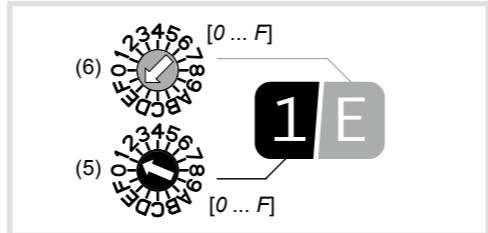

Bild 4: Beispieladresse „1/E“
Über die beiden Adressier-Drehschalter (5), (6) lässt sich die Innenstation schnell und einfach adressieren. Die einzustellende Adresse ist zweistellig, bestehend aus Gruppenadresse und Teilnehmeradresse. Sie muss mit der Adresse des zugehörigen Ruftasters an der Türstation identisch sein. Bild 4 zeigt den Aufbau der Adresse exemplarisch: